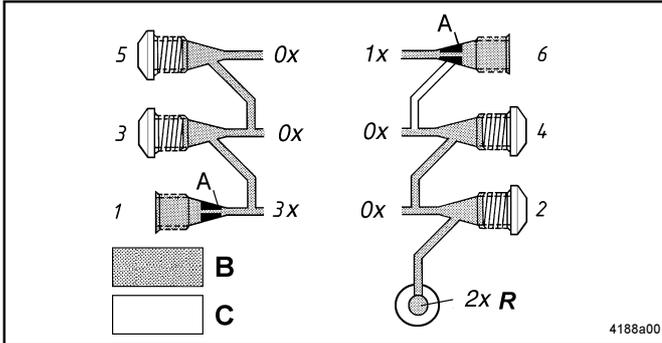

Abb. 4 - Interne Rückführung von Schmierstoff; nur bei hinten montierten Schmierstoffverteiltern bis Vorserien-Nr.9910006711/004 und Serien-Nr. 998000099C/001
- Dies geschieht automatisch, wenn bis Vorserien-Nr.9910006711/004 und Serien-Nr. 998000099C/001 (Abb. 4) der Auslaß 2 mit einer Verschlussschraube verschlossen wird. Nur die Schmierstoffmengen der geraden Auslässe sind zurückführbar (z. B. beim SSV 6 die Auslässe 2, 4, 6).